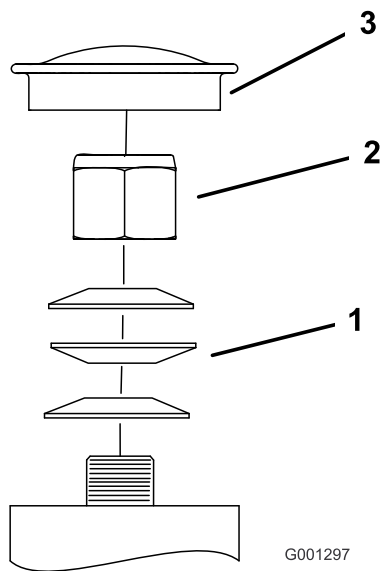

Figura 71
3. Togliete il coperchietto antipolvere dalla ruota orientabile e serrate il dado di bloccaggio (Figura 71).
4. Serrate il dado di bloccaggio finché le rondelle elastiche non sono piatte, quindi allentate di un quarto di giro per mettere punto il precarico sui cuscinetti (Figura 71).
**Importante:** Verificate che le rondelle elastiche siano correttamente montate, come riportato nella Figura 71.
5. Montate il coperchietto antipolvere (Figura 71).